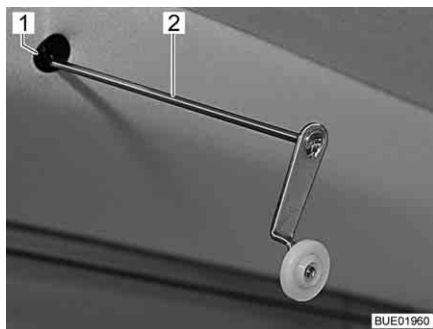

Fig. 123 Manovella per esercizio di emergenza
- Inserire nell'alloggiamento (Fig. 123,1) del motore la manovella (Fig. 123,2) a disposizione o una chiave esagonale. L'alloggiamento si trova nell'incavo del diaframma in alto a sinistra sul letto basculante.